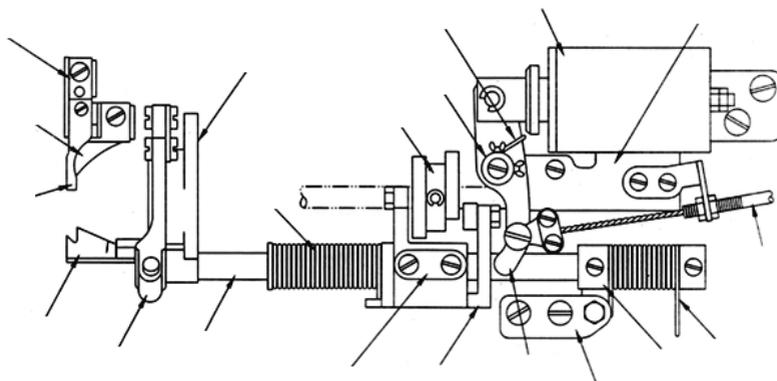

FIG. 29
1. Mecanismo de corte (Fig. 29)